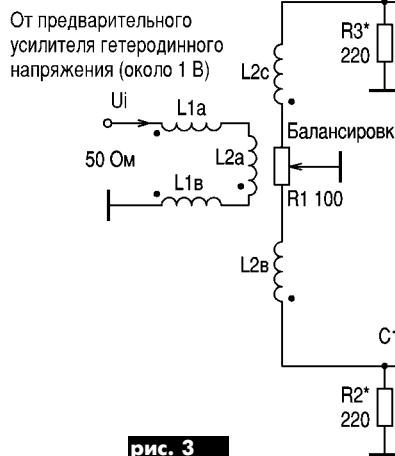

рис. 3
Схема автора для получения высоких противофазных синусоидальных гетеродинных напряжений (**рис.3**) на LO и LO-портах смесителя содержит симметрирующий L1 и фа-
На выходах широкополосных 50-омных усилителей (правый по схеме на рис.3 вывод конденсатора C9 и правый вывод конденсатора C10) уже присутствуют противофазные напряжения. В среднюю точку фазорасщепляющего трансформатора L2 введен безиндукционный подстроечный резистор R1,
Таким образом, в данном случае появляется возможность изготовить отдельную плату усилителей, которую можно присоединить к основной плате смесителя двумя 50-омными кабелями α и β (рис.3). В дальнейшем при конструировании различных вариантов смесителя уже не требуется изготавливать общую сложную плату устройства. Повышение напряжения осуществляется с помощью согласованных широкополосных трансформаторов L5...L8. Эти трансформаторы должны быть расположены обязательно непосредственно на плате смесителя недалеко от ИМС, чтобы не "потерять" согласование трансформаторов и не "испортить" плоскую АЧХ в широком диапазоне частот (по крайней мере в области КВ диапазона).
Необходимо, чтобы на L0 и L0-портах смесителя присутствовали противофазные гетеродинные напряжения с одинаковой амплитудой (в случае нахождения движка балансировочного резистора R1 в среднем положении). Это обеспечивается при идентичности ШПТ(Л): L5 с L7 и L6 с L8. Для схемы рис.3 коэффициенты трансформации всех ШПТ(Л) одинаковы и равны 2.
1. Устанавливали движок подстроечного резистора R1 на плате усилителей [рис.3] в среднее положение.